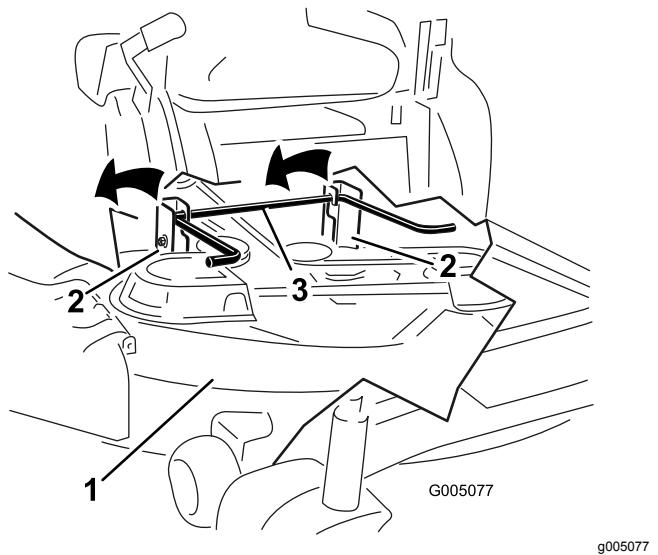
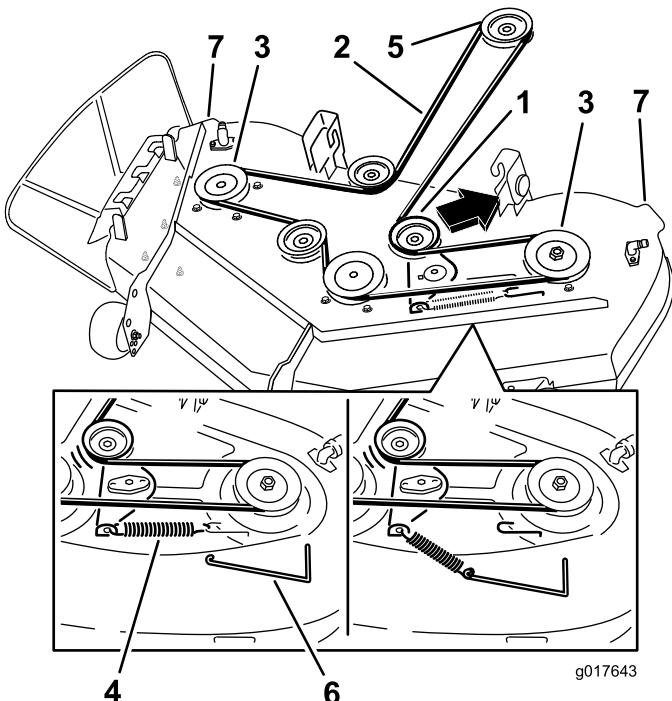

Figura 61
Figura 64
- Usando las asas de la carcasa de corte, eleve la carcasa de corte y separe ésta y las pletinas de suspensión de la varilla de elevación trasera; luego baje el cortacésped con cuidado al suelo (Figura 61 y Figura 64).
4. Usando una herramienta para la retirada de muelles (Pieza Toro Nº 92-5771), retire el muelle tensor del gancho de la carcasa para eliminar la tensión de la polea tensora, y retire la correa de las poleas (Figura 64).
5. Pase la correa nueva alrededor de las poleas del motor y del cortacésped (Figura 64).
6. Usando una herramienta para la retirada de muelles (Pieza Toro Nº 92-5771), instale el muelle tensor sobre el gancho de la carcasa y tense la polea tensora y la correa (Figura 64).
5. Eleve la parte trasera de la carcasa de corte y coloque los soportes sobre la varilla de elevación trasera (Figura 61).